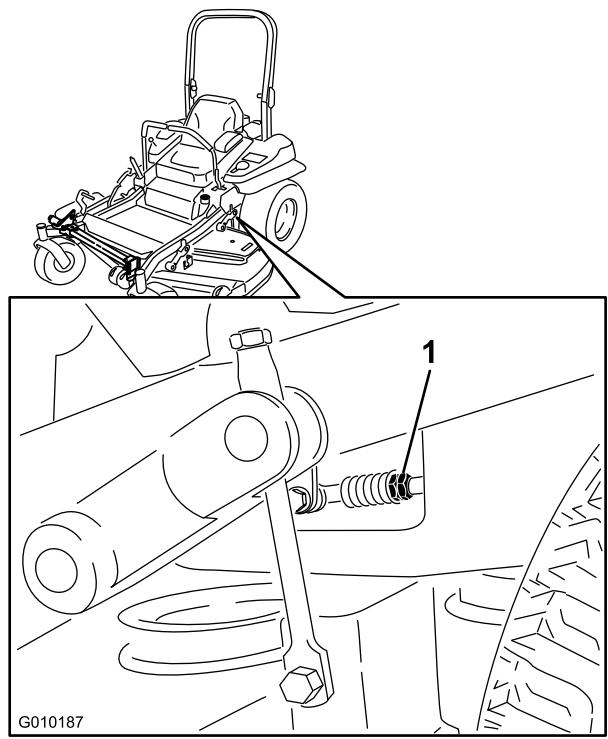

Figure 81
9. Réglez la longueur des tiges de pompes en tournant les doubles écrous dans le sens voulu jusqu'à ce que les roues tournent légèrement en marche arrière (Figure 81).